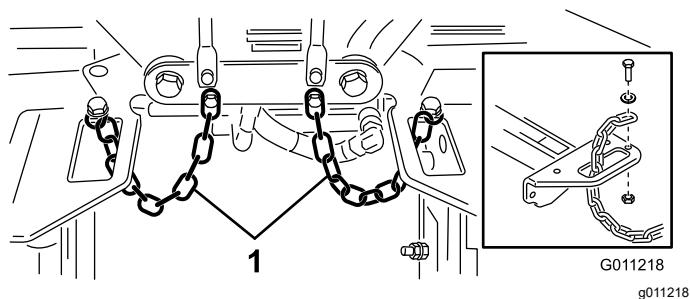

図 22
4. 各キャリアフレームのスロットにチッパーチェーンを下から上に通し、これらのチェーンをキャリアフレームの上に固定するキャップスクリュー、ワッシャ、ロックナットを使用 図 22。